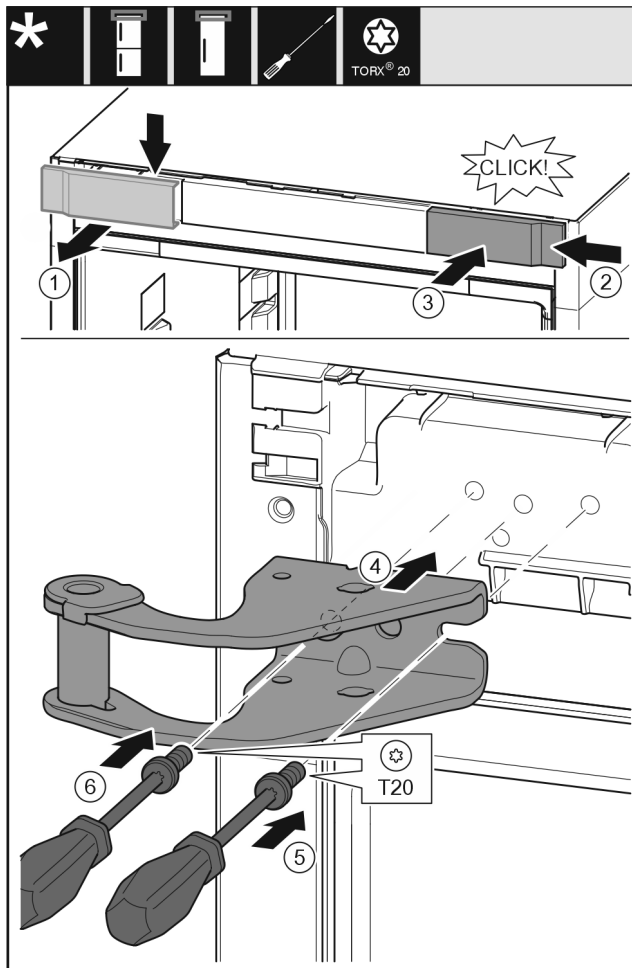

Fig. 14
- ▶ Свалете капака Fig. 14 (1) от горе напред.
- ▶ Закачете капака Fig. 14 (2), завъртян на 180°, от другата страна отдясно.
- ▶ Фиксирайте капака Fig. 14 (3).
- ▶ Поставете горната лагерна стойка Fig. 14 (4).
- ▶ С отвертка поставете винта Fig. 14 (5) и го затегнете.
- ▶ С отвертка поставете винта Fig. 14 (6) и го затегнете.